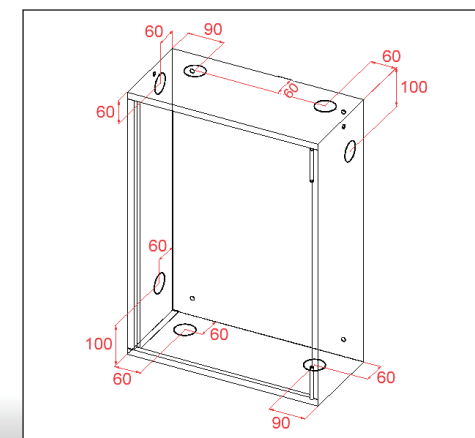

Fig.3
El armario tiene posición VERTICAL. La alimentación de agua a la BIE-25 se le puede realizar por siete zonas que corresponden con los semicortes (Fig.3).
2. Al armario se le abrirá la entrada de alimentación de agua (semicorte). (Fig.3)